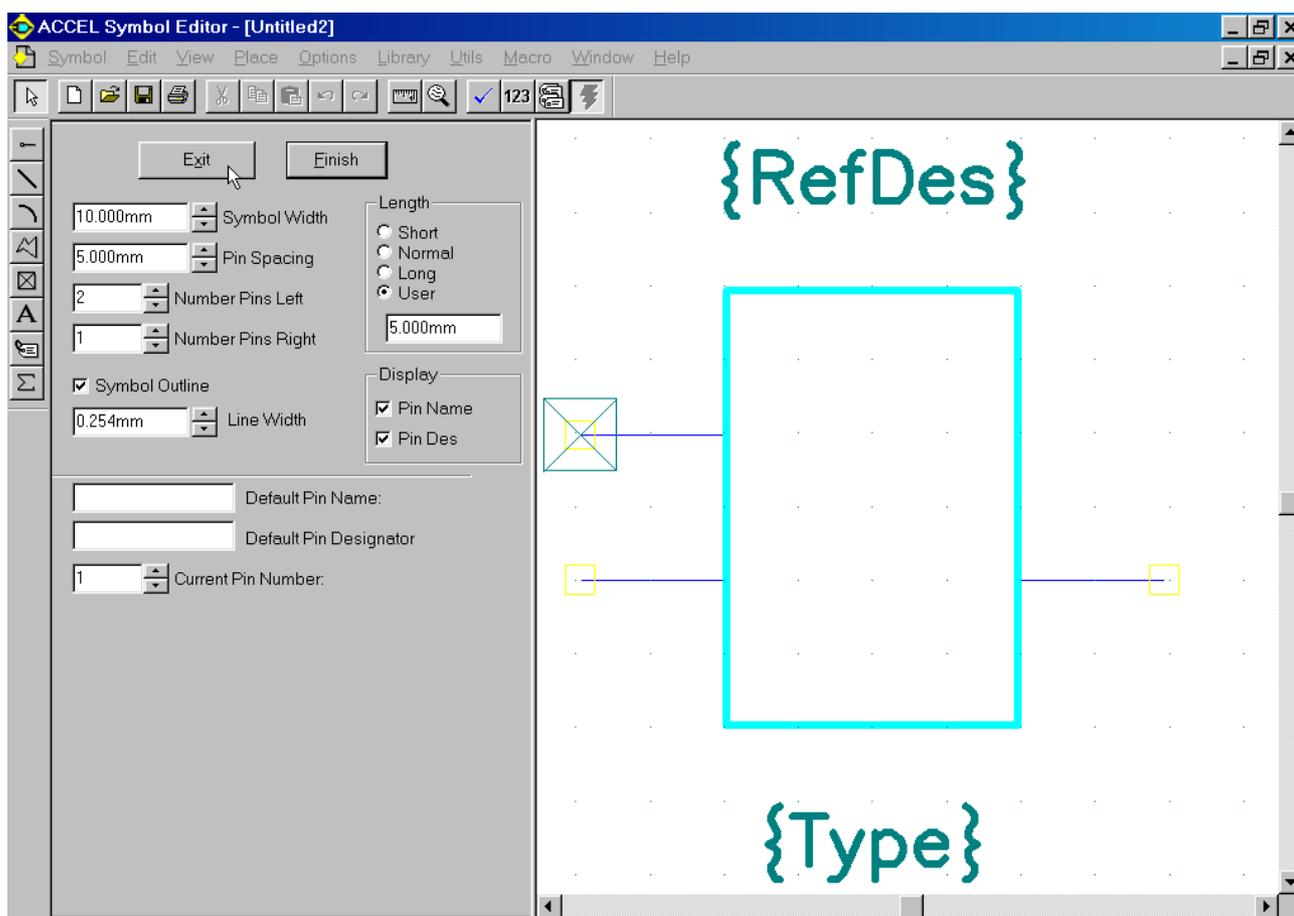

Рис. 8-13. Редактор символов после запуска
запускает Мастера создания символов (Wizard), поэтому окно редактора выглядит примерно так, как показано на рис. 8-13.
1) Запустите мастера командой **Symbol/ Symbol Wizard**. Появится окно, похожее на изображенное на рис. 8-13.